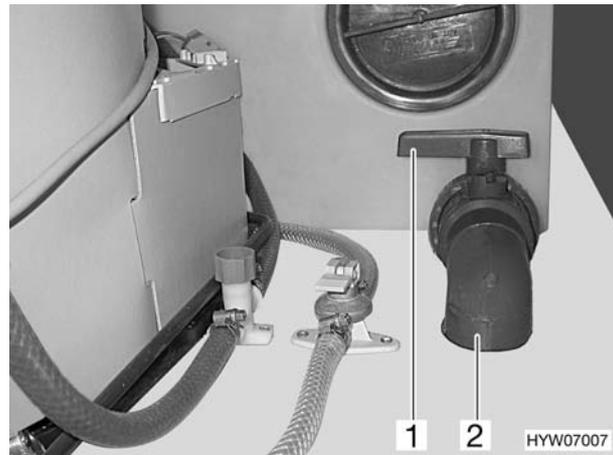

Fig. 81 Leva di comando e tubo di scarico del serbatoio delle acque grigie
Per lo scarico per le acque grigie, nel gavone di coda sono installati un rubinetto di scarico (Fig. 81,1) e un tubo di scarico (Fig. 81,2).
- Per aprire il rubinetto di scarico ruotare la leva di comando (Fig. 81,1) di un quarto di giro in senso antiorario. La leva di comando è posizionata nel senso della lunghezza del tubo di scarico.